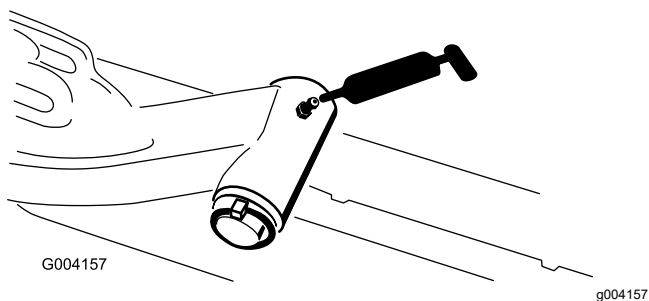

**Figura 69**
- Eje pivotante del brazo de elevación (1 en cada) (Figura 69)